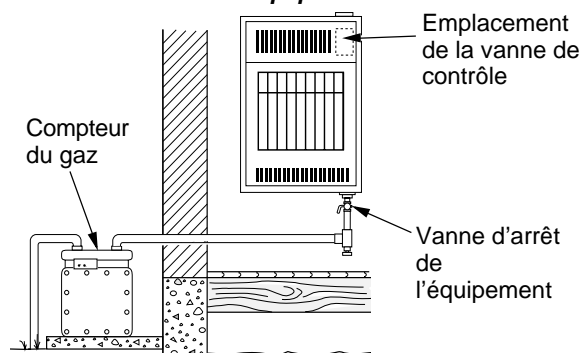
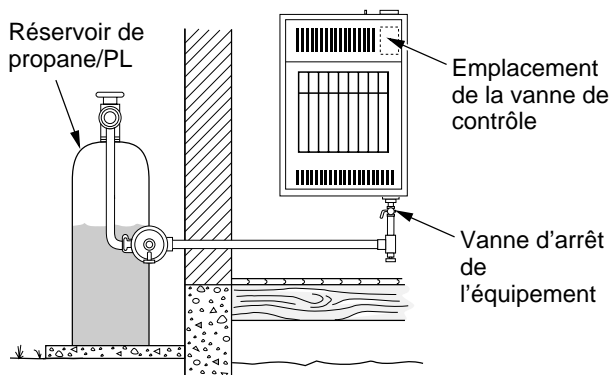

Figure 24 - Vérification des joints de gaz pour le gaz naturel (modèle de 1,8 kW [6 000 BTU/h] illustré)
Figure 25 - Vérification des joints de gaz pour le gaz Propane/LP (modèle de 1,8 kW [6 000 BTU/h] illustré)
3. Vérifiez tous les joints en aval du compteur de gaz s'il s'agit de gaz naturel (voir figure 24) ou du réservoir de propane/LP s'il s'agit de gaz propane/LP, à la vanne d'arrêt de l'équipement (voir figure 25). Appliquez un liquide de détection de fuite non corrosif sur tous les joints. La présence de bulles indique une fuite.
4. Vérifiez tous les joints de la vanne d'arrêt de l'équipement à la vanne de contrôle (voir figures 24 et 25). Appliquez un liquide de détection de fuite non corrosif sur tous les joints. La présence de bulles indique une fuite.